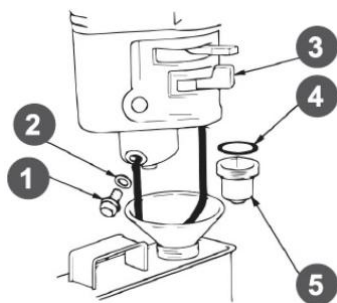

Рис. 21 Обслуживание фильтра-отстойника
1. Установите рычаг топливного крана 3 (Рис. 21) в положение «ЗАКРЫТО».
3. Открутите болт 1 сливного отверстия и слейте топливо из поплавковой камеры карбюратора (Рис. 21).
4. Открутите стакан отстойника 5, вылейте из него топливо в заранее подготовленную емкость (Рис. 21).
1. Слейте топливо из топливного бака и карбюратора (Рис. 21).